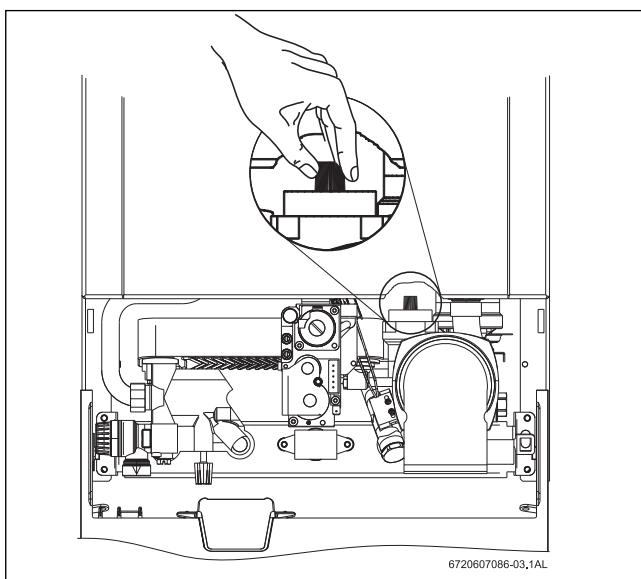

Fig. 11 Purgador automático
- Para evacuar o ar do aparelho utilizando o purgador automático que incorpora, abrir a tampa do purgador automático (ver Fig. 11).